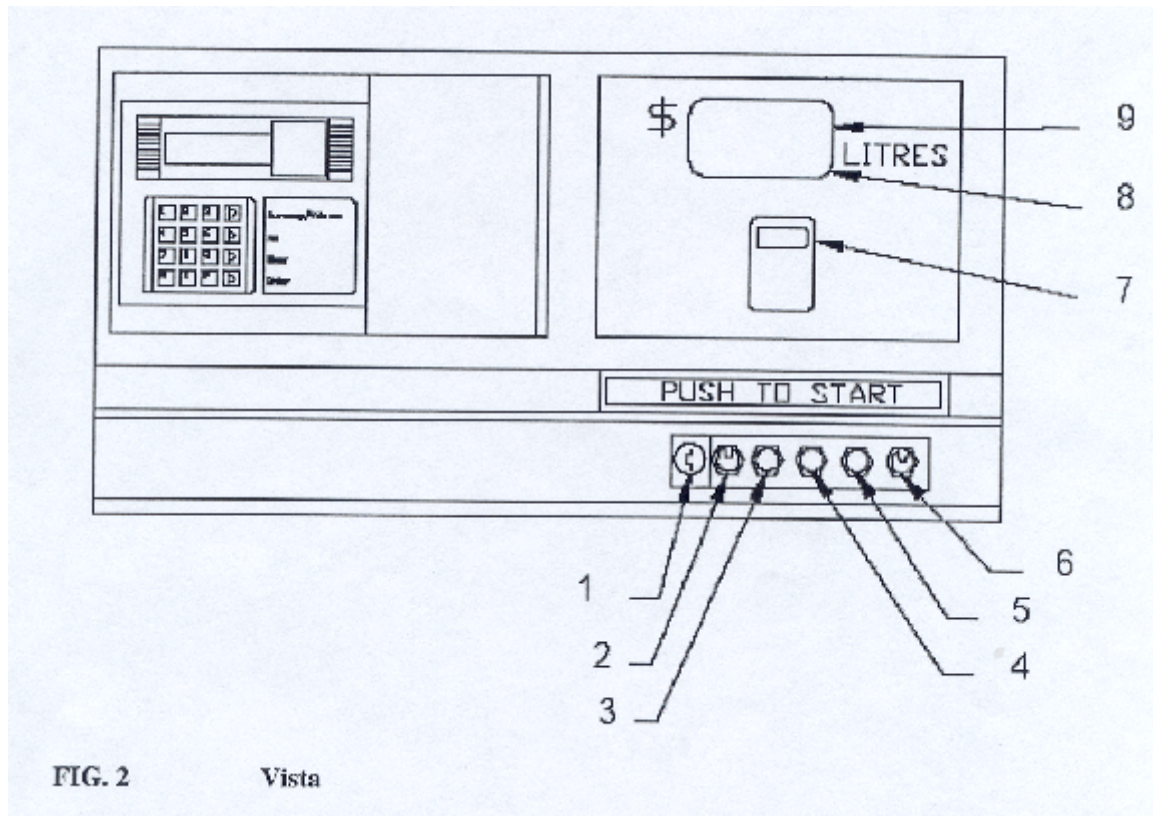

FIG. 2 Vista
2. Turn toggle switch marked A.T.C. Inspect "On" or up position. (See FIG. 2)
2. Mettre l'interrupteur à bascule (A.T.C. Inspect) à « On » (vers le haut). Voir FIG 2.